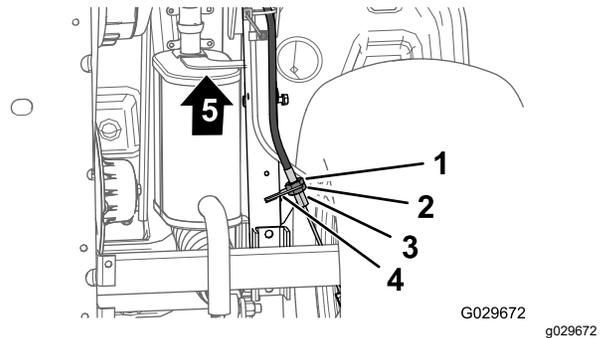

Figura 66
3. Na parte inferior da máquina, desaperte a porca de bloqueio traseira para o ajustador roscado do cabo do travão de estacionamento 4 voltas (Figura 66).
4. Aperte a porca dianteira (Figura 66).
- A. Desaperte a porca de bloqueio frontal (Figura 66) para o ajustador roscado do cabo do travão de estacionamento 1 volta.
- B. Aperte a porca traseira (Figura 66).
- A. Desaperte a porca de bloqueio traseira (Figura 66) para o ajustador roscado do cabo do travão de estacionamento 1 volta.
- B. Aperte a porca dianteira (Figura 66).